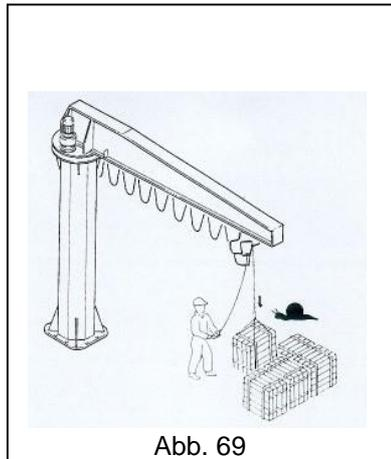

Abb. 69
- **STETS** die „langsamen“ Geschwindigkeiten zum Annähern und Positionieren verwenden (Abb. 69).